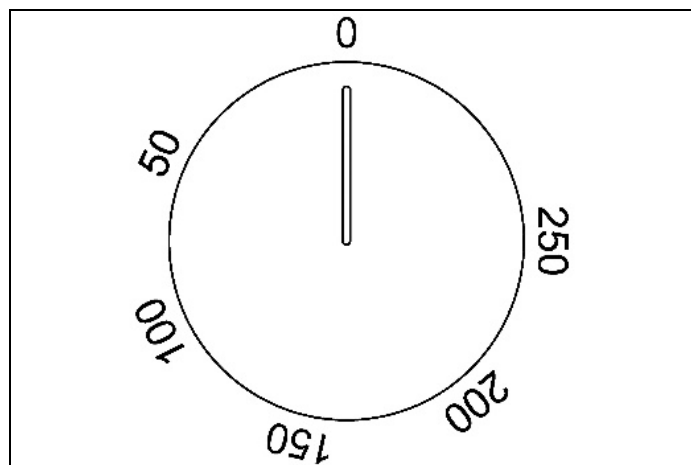

Fig. 20
Ruotando in senso orario la manopola (Fig. 20), allineare la temperatura prescelta che si trova sulla ghiera con l'indice serigrafato sul frontalino. L'intervento del termostato è segnalato dalla spia arancione la quale si spegnerà quando la temperatura interna del forno avrà superato di 10 °C quella impostata, e si accenderà quando scenderà di 10 °C sotto la temperatura impostata. Il termostato può comandare le resistenze forno solamente se il commutatore a cui è abbinato si trova in una delle possibili modalità di funzionamento delle resistenze forno; nel caso che il commutatore sia sulla posizione 0, il termostato non ha più nessuna influenza sulle resistenze forno le quali rimangono disinserite.
- Ruotare la manopola della temperatura (Fig. 20) in senso orario per selezionare la temperatura desiderata. La luce arancione si spegne una volta che il forno ha raggiunto la temperatura scelta ed è pronto per l'uso. È normale che questa luce si accenda e si spenga durante la cottura, poiché indica che gli elementi riscaldanti funzionano per mantenere costante la temperatura. (Il funzionamento del forno è indicato dal display del programmatore)